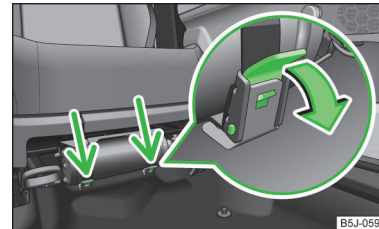

Abb. 139
- Die beiden Gurte lösen, indem an den jeweiligen Sicherungen in Pfeilrichtung gezogen wird » Abb. 139.